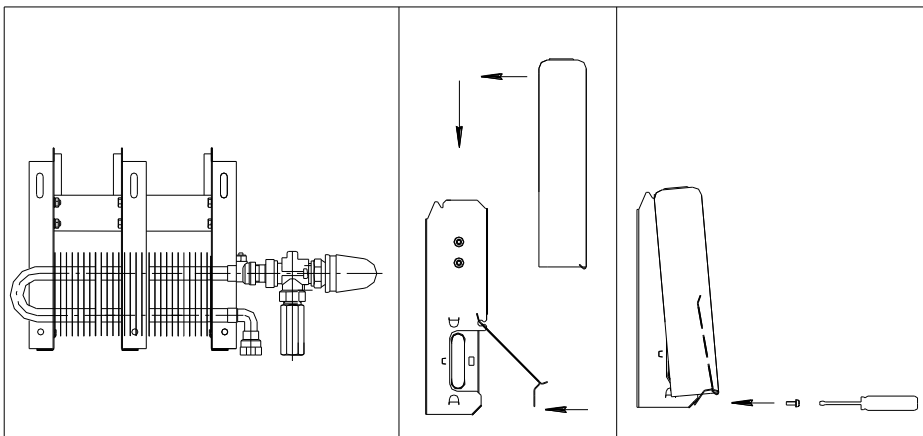

Рис. 5
- 5.7. Навесить кожух на кронштейны, завести нижний край отсечной планки за загиб кожуха снизу. Прижать отсечную планку к кронштейнам. Зафиксировать кожух с прижимной планкой винтами рис.5.